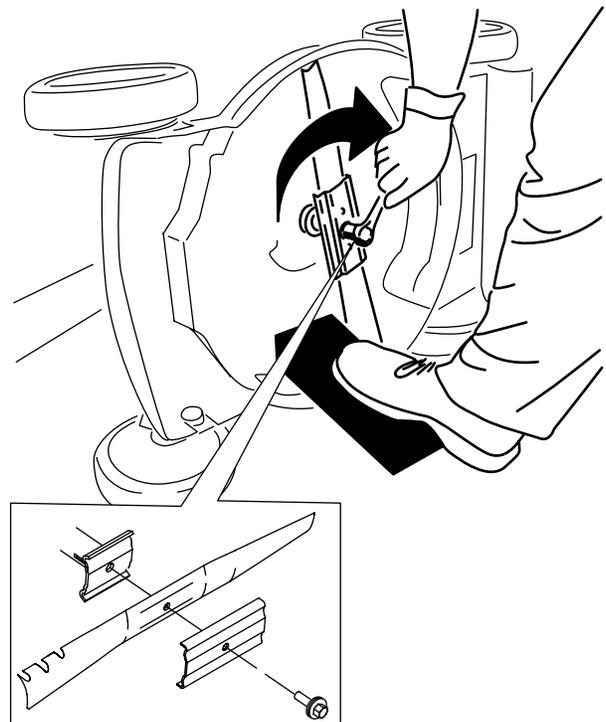

Figura 22
4. Instale la cuchilla nueva, el soporte y el perno de la cuchilla (Figura 22).